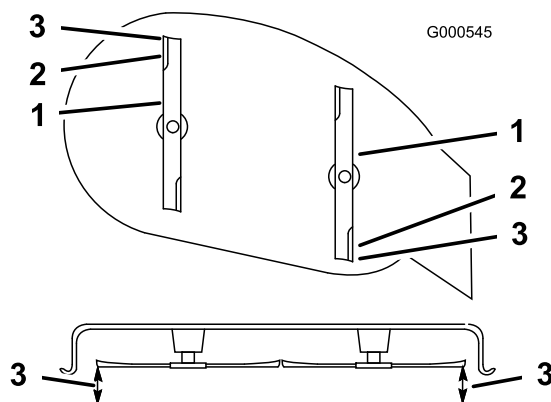

Figura 38
6. Mida entre la parte superior de la cuchilla delantera y la superficie plana y entre la punta de la cuchilla trasera y la superficie plana (Figura 38). Si la punta de la cuchilla delantera no está entre 0 a 6 mm más baja que la punta de la cuchilla trasera, ajuste la contratuercas delantera.
Nota: Siga ajustando la tuerca hasta que la punta de la cuchilla más avanzada esté de 0 a 6 mm más baja que la punta de la cuchilla más atrasada (Figura 38).